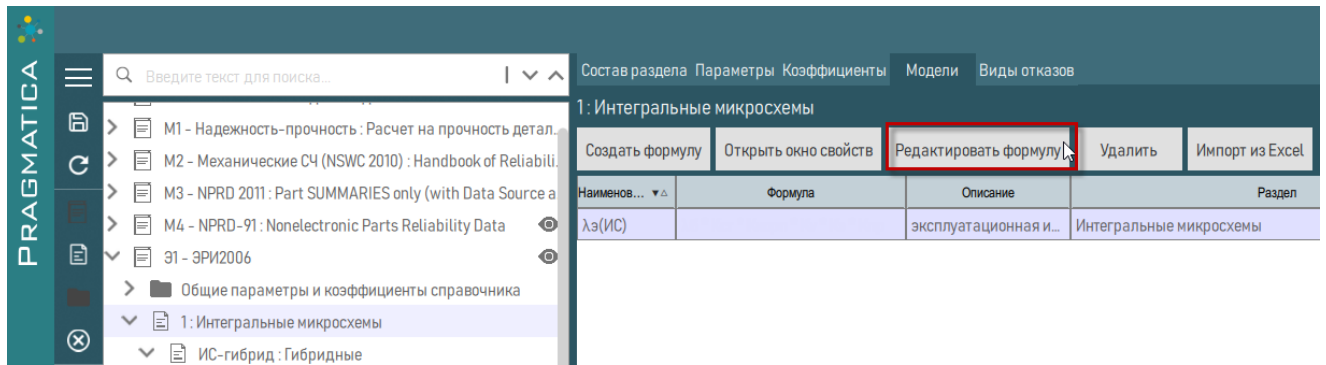

Рисунок 106 – Выбор «Редактировать формулу»
- б) Выбрать модель в правой рабочей области и на панели инструментов нажать кнопку «Редактировать формулу» (рисунок 106).